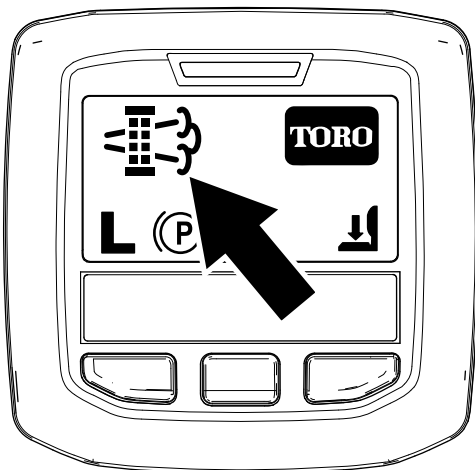

Figura 64
- Quando il computer del motore richiede una rigenerazione parcheggiata o una rigenerazione di recupero, nell'InfoCenter viene visualizzata l'icona della richiesta di rigenerazione (Figura 64).